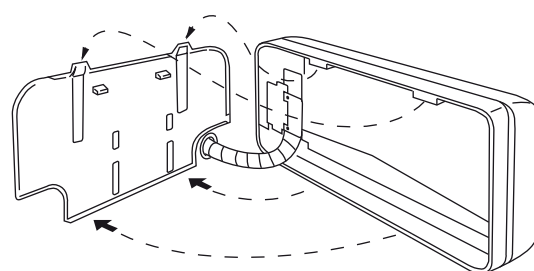

Fig. 36
- (2) Empurre os fios eléctricos, tubagem de refrigerante e mangueira de esgoto através do furo na parede. Ajuste a unidade para montagem no interior por forma a ficar firmemente assente no painel traseiro. (Fig. 36)
- (3) Dobre cuidadosamente a tubagem (se for necessário) para correr ao longo da parede na direcção da unidade para montagem do exterior e depois prenda com fita até aos acessórios.